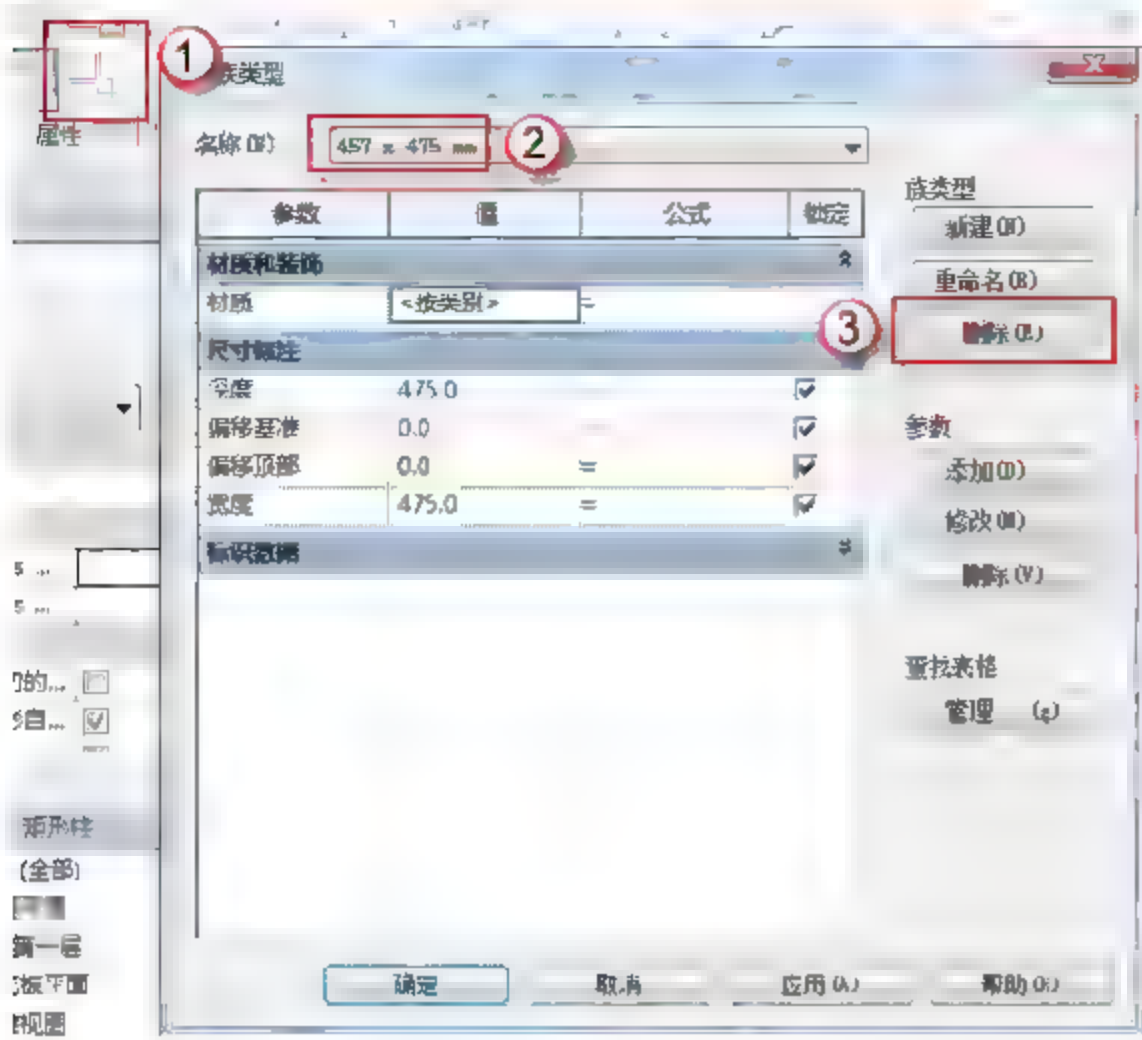
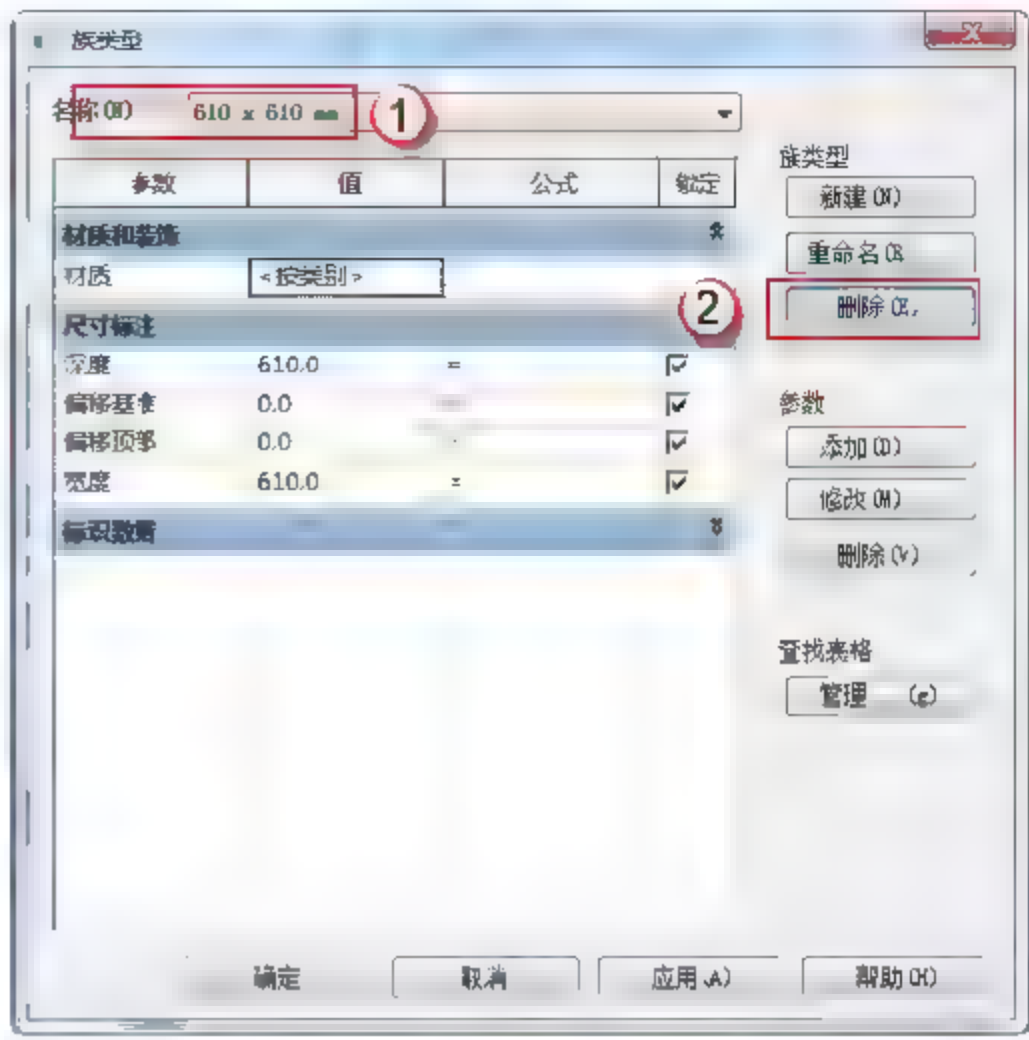

图 12.3.36 删除“457×475mm”
图 12.3.37 删除“610×610mm”
(2) 删除“457×475mm”和“610×610mm”族，进入第一层的楼层平面，单击“族类型”按钮，进入“族类型”对话框，在“名称”中选择“457×475mm”，单击“删除”按钮，如图 12.3.36 所示。然后再在“名称”中选择“610×610mm”，单击“删除”按钮，如图 12.3.37 所示。